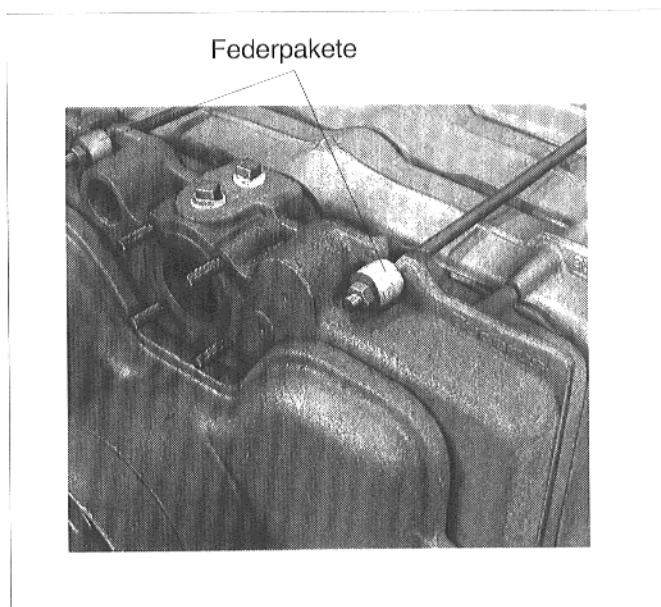

Abb. 13
- An der Kesselrückseite die Federpakete über die Ankerstangen stecken, Muttern aufsetzen und von Hand andrehen (Abb. 13).